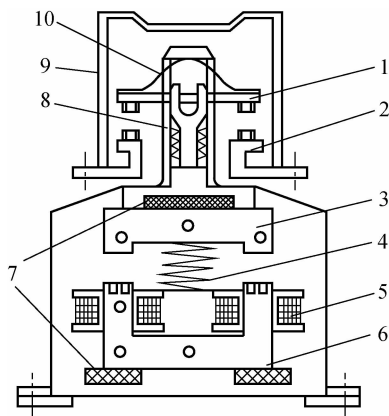

图 1-29 CJ20 系列交流接触器的结构
(1) 交流接触器。CJ20 系列交流接触器的结构如图 1-29 所示。其中,电磁机构包括电磁线圈、铁心和衔铁。触点系统中的主触点通常为常开触点,用于控制主电路的通断;辅助触点包括常开、常闭触点两种,用于控制电路。其他部件还包括反力弹簧、触点压力弹簧、传动机构和外壳等。为了减少涡流与磁滞损耗,铁心用硅钢片叠压而成;电磁线圈做得短而厚,铁心与电磁线圈之间留有空隙方便散热。